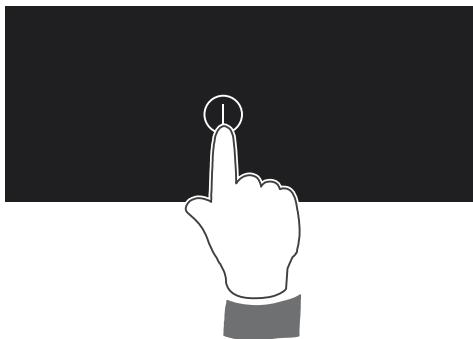

Рис. 2.1
Нажмите клавишу ① и держите ее нажатой, пока сенсорное управление не будет освещено. (рис. 2.1). Дисплеи на конфорках напишут “*On*” или “.” (в зависимости от того расположена ли посуда на конфорке).